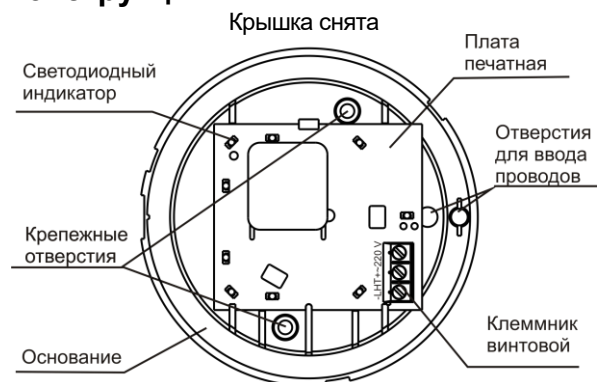

Рисунок 1
Оповещатель состоит из основания, печатной платы с радиоэлементами и крышки (рисунок 1). Конструкция оповещателя обеспечивает возможность крепления его на стене помещения.
- в)** провести провода от источника питания через отверстие для ввода проводов в основании оповещателя (рисунок 1). Имеется возможность выдвигания в основании второго отверстия для ввода проводов;